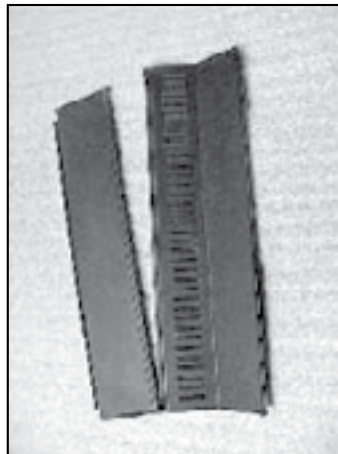

Figure 25.2
3. Placez le grand trou dans la partie inférieure du rideau latéral par dessus la vis installée à la **Figure 25.2**.